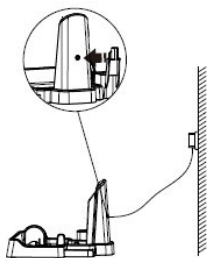

Fig. 13
- I . Insérez l'adaptateur électrique dans la prise de courant, voir Fig.13.